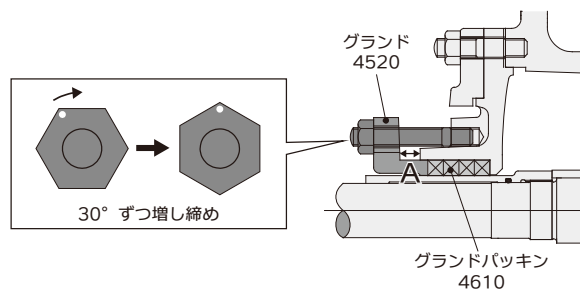

図 4.3-1 グランドの増し締め
経年的な漏れ量の増加に対して、グランド(4520)の増し締めにて調整する場合は、図 4.3-1 のA部分の上下左右の隙間を測りながら、ナットを均等に最大 30° ずつ交互に締め込んで調整してください。増し締めを行っても漏れ量が減少しない場合、または過熱する場合は、グランドパッキン(4610)の取り替えを行うか(5.2 項 (5)参照)、パッキンスリーブ(5240)を点検してください。